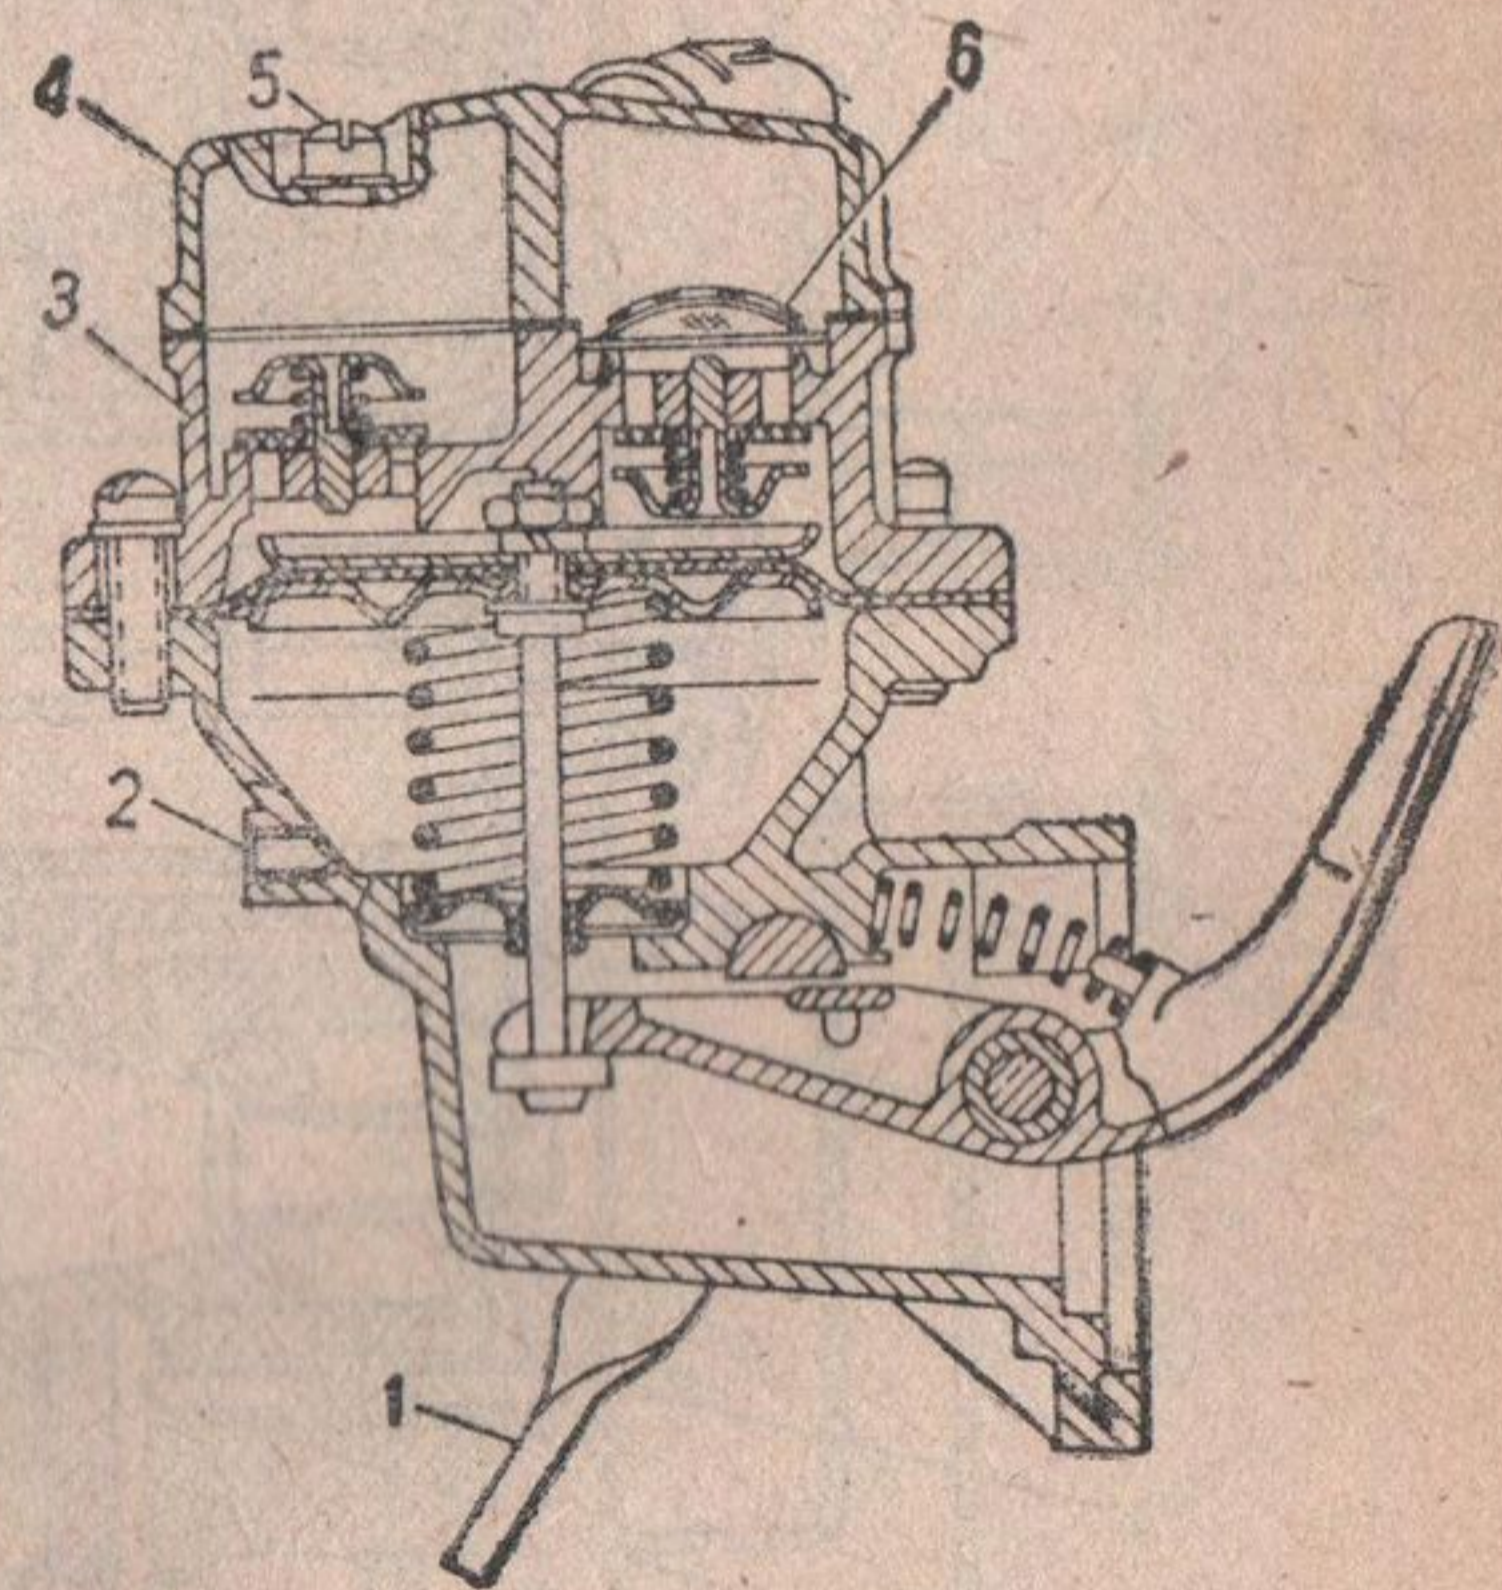

Рис. 10. Бензиновый насос:
**Бензиновый насос** (рис. 10) снабжен рычагом для ручной подкачки бензина в поплавковую камеру карбюратора. Этот рычаг удерживается пружиной в нижнем положении, иначе насос может отключиться и подачи бензина не будет.